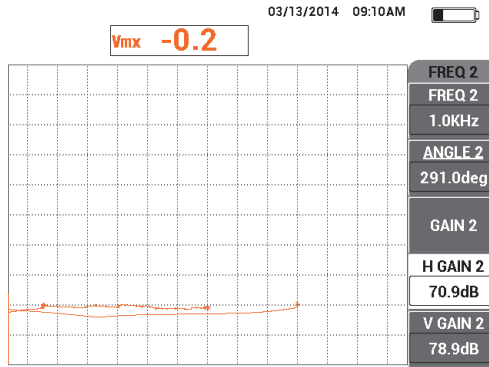

Figura 5-107 Ajuste do ganho horizontal 2
15. Segurando a sonda na posição 2 no padrão, observe o ponto do sinal **MIX** e, em seguida, pressione a tecla de menu MAIN FILTER (  ) e diminua o **H GAIN 2** (tecla D) até que o ponto de operação do sinal **MIX** não ultrapasse mais que 3 divisões à esquerda do ponto nulo (veja Figura 5-107 na página 207).